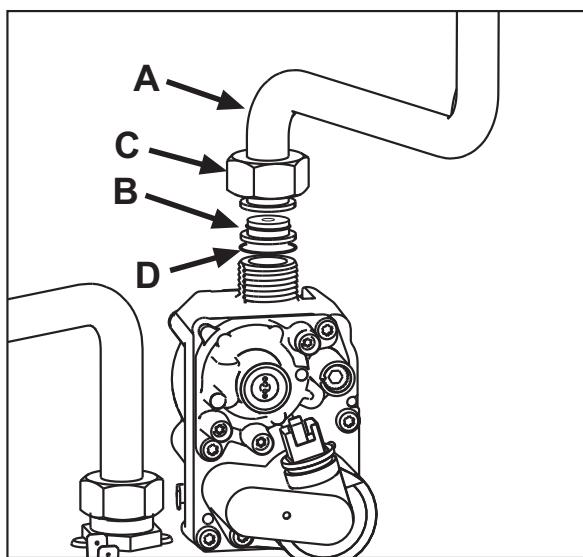

fig. 22
3. Deșurubați piulița C și scoateți tubul de gaz A de pe valva de gaz (vezi fig. 22).
4. Înlăturați duza B introdusă pe tubul de gaz cu cea aflată în kitul de transformare, întreținând garnitura D (vezi fig. 22).